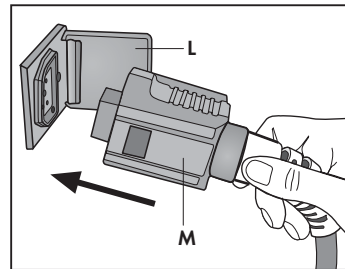

Fig. 21
- Die Dampfmenge über den Dampfbegler (D) einstellen.
- Die Klappe der Zubehörsteckbuchse (L) ganz öffnen und den Schnellanschluss (M) des Bügeleisens in die Steckbuchse im vorderen Teil des Geräts fest hinein drücken. (Abb. 21)